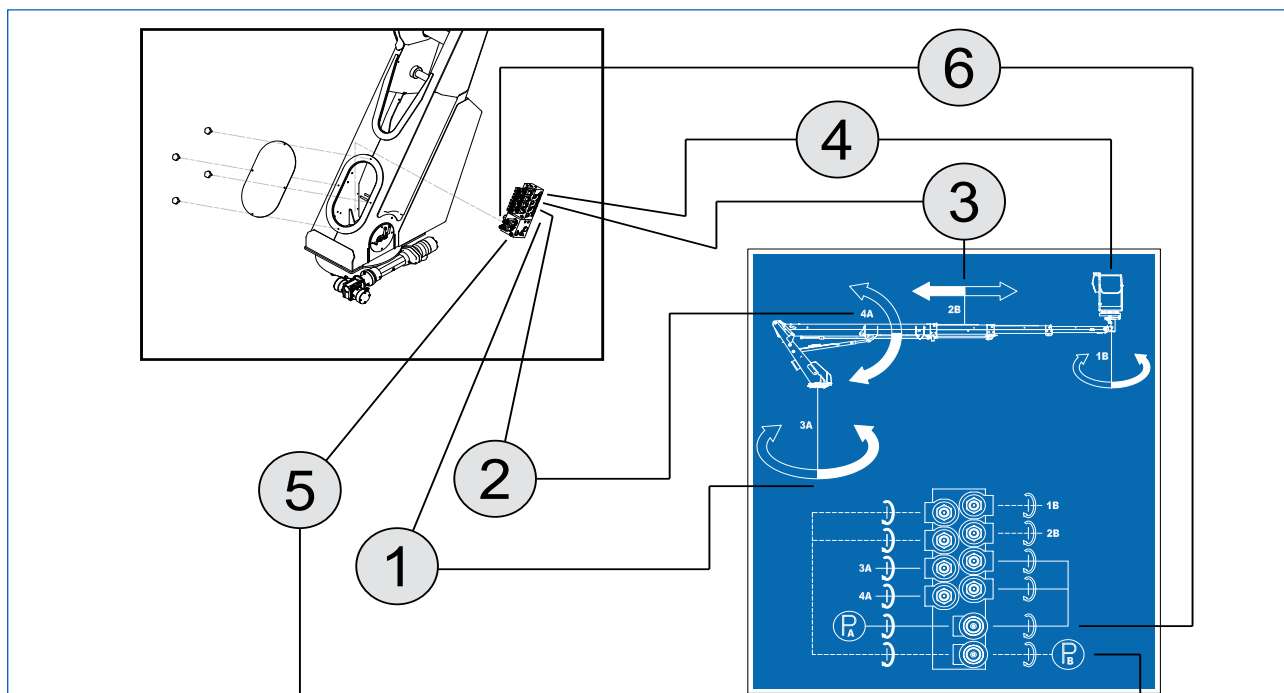

Fig. 7.5
- 5) procéder à la récupération en suivant les instructions indiquées de façon schématique sur l'autocollant (Fig. 7.5, 4) mis sur le couvercle :
- A) fermer complètement la soupape proportionnelle (Fig. 7.5, 5);
- B) ouvrir la soupape relative au bras télescopique, 3A pour l'étirement ou 3B pour la rétraction de l'extension: sélectionner la vitesse de la manœuvre souhaitée en agissant sur la soupape proportionnelle (Fig. 7.5, 5). À la fin de la manœuvre, fermer la soupape (Fig. 7.5, 3A ou 3B) et la soupape (Fig. 7.5, 5);
- C) a ouvrir la soupape correspondant à la nacelle, 4A pour la rotation à droite ou 4B à gauche: sélectionner la vitesse de la manœuvre souhaitée en agissant sur la soupape proportionnelle (Fig. 7.5, 5). À la fin de la manœuvre, fermer la soupape (Fig. 7.5, 4A ou 4B) et la soupape (Fig. 7.5, 5);
- D) a ouvrir la soupape correspondant à tourelle, 1A pour la rotation à droite ou 1B à gauche: sélectionner la vitesse de la manœuvre souhaitée en agissant sur la soupape proportionnelle (Fig. 7.5, 5). À la fin de la manœuvre, fermer la soupape (Fig. 7.5, 1A ou 1B) et la soupape (Fig. 7.5, 5);
- E) e et ouvrir enfin la soupape relative au bras télescopique, 2A pour soulever ou 2B abaisser le bras : sélectionner la vitesse de la manœuvre souhaitée en agissant sur la soupape proportionnelle (Fig. 7.5, 5). À la fin de la manœuvre, fermer la soupape (Fig. 7.5, 2A ou 2B) et la soupape (Fig. 7.5, 5);
- F) au terme des manœuvres, dévisser à fond la soupape proportionnelle (Fig. 7.5, 5);